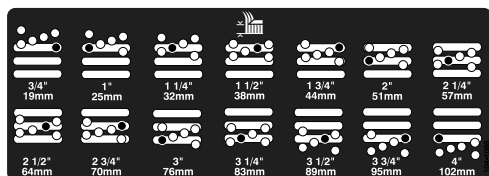

Figura 4
5. Mueva la cámara a la altura deseada e instale el espaciador en el taladro y la ranura de altura de corte deseados (Figura 4)